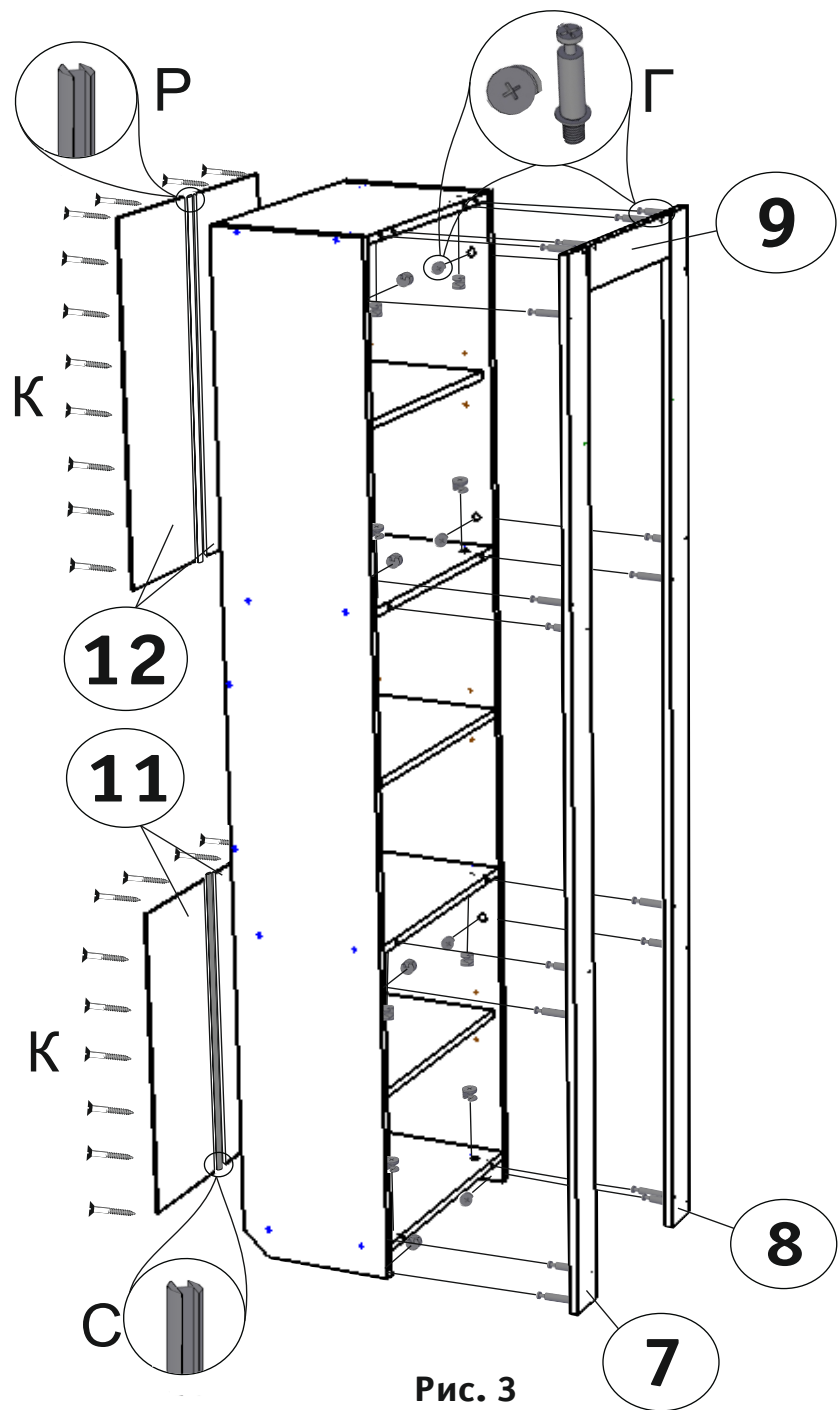

Рис. 3
1. Сборку необходимо начинать с установки фурнитуры и крепежа (петель, полкодержателей, подпятников и т.д.). Фурнитуру устанавливать в соответствие с кертением. Площадки петель (3) закрепите на планке 7 или 8 в зависимости от того, в какую сторону будут открываться дверцы - допускается как лево-, так и правостороннее открывание, поэтому планки имеют симметричные сверления.
3. Установите фасады, отрегулируйте петли (рис.4), после чего закрепите задние стенки 11,12 при помощи саморезов (К) (рис.3). При помощи углового навеса (Н) и саморезов (Л,О) прикрепите шкаф к стене.